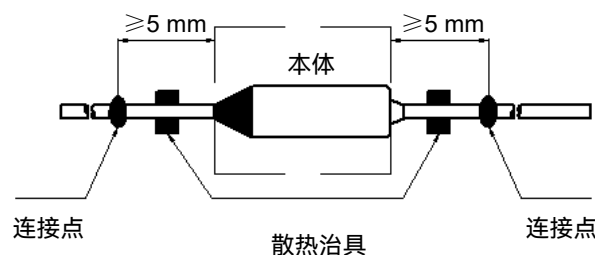

图2
2. 引线上的连接点距离温度保险丝本体应 $\geq 5$  mm（参考图2）。
3. 在钎焊过程中，焊点与温度保险丝之间应使用散热装置（参考图2）。
3. 在点焊过程中，焊点与温度保险丝之间应使用散热装置（参考图2）。